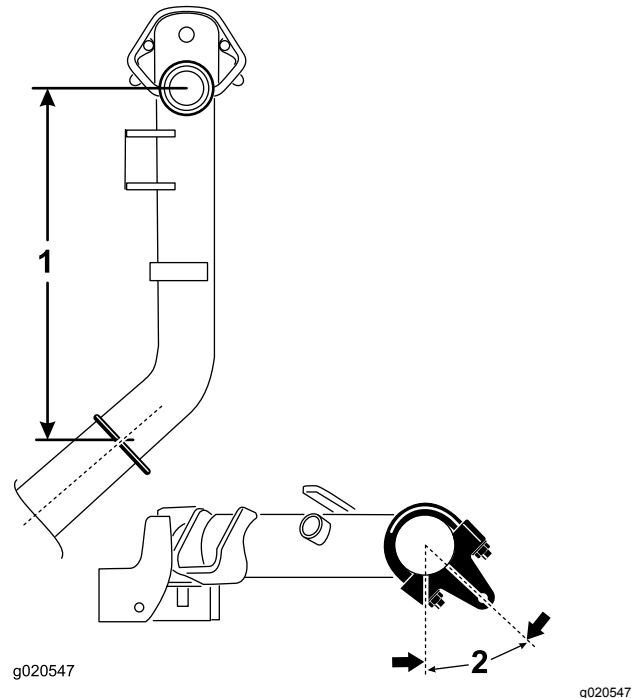

Figure 6
4. Sur les bras de levage n° 2 et 3, positionnez les supports et les étriers filetés à 38 cm derrière l'axe du pivot (Figure 6).